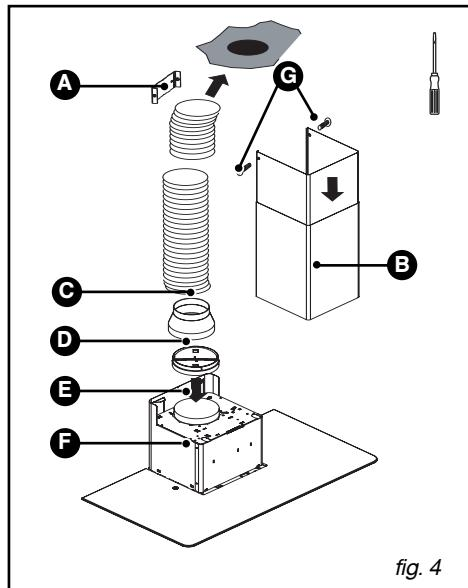

fig. 4
- Schuif het uiteinde van de buis op de motoruitgang (fig. 4).
- Bereid de telescopische schouw voor en zorg ervoor dat de luchtspleten niet zichtbaar zijn (fig. 4).
- Bevestig het bovenste element van de schouw (B/fig. 4) op de metalen schouwsteen (A/fig. 4) met de twee schroeven (G/fig. 4).